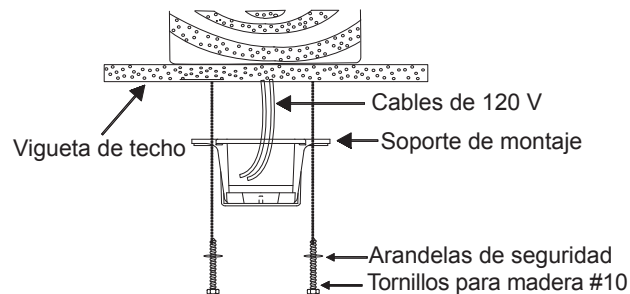

Fig. 7
Paso 4A. Asegura el soporte de montaje directamente a una viga de la estructura del inmueble. Utiliza únicamente los tornillos para madera y las arandelas de seguridad adecuados que se incluyen con el ventilador. (Fig. 7)
PRECAUCIÓN: El soporte de suspensión debe instalarse directamente en la viga del inmueble utilizando los dos tornillos para madera y las arandelas que se proporcionan. (Fig. 7)